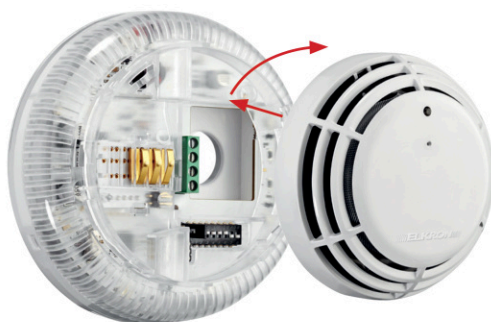

Abb. 2
- Melder auf den Sockel aufsetzen und in Pfeilrichtung drehen (Abb. 2)